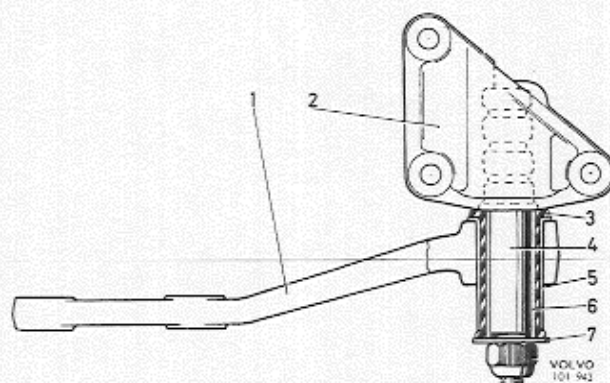

Fig. 6-49. Lager van hulpstuurarm
3. Maak de moer en ring los (7, Fig. 6-49) en trek de hulpstuurarm (1) naar beneden.